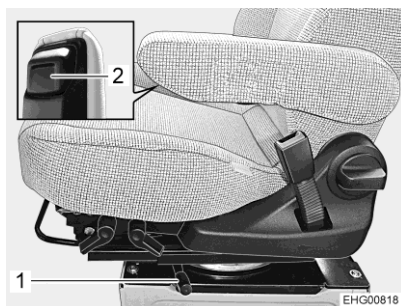

Bild 20 Låsspak för att svänga
- Tryck låsspaken (Bild 20,1) bakåt. Spärren lossas.
- Tryck och håll den nedre delen av armstödet (Bild 20,2) fram till.